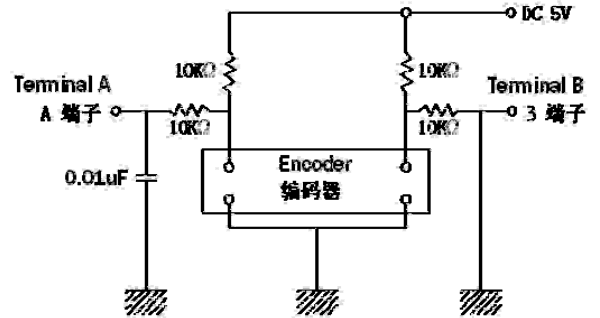

FIG1 《图1》
4.4在设计时要考虑到杂讯,建议使用C/R滤波电路(图1).
At design of the pulse count process.Using the C/R filter circuit is Recommended.(fig.1)